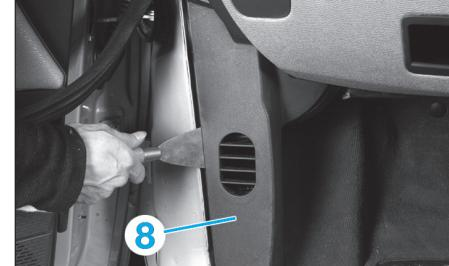

Fig. 9
- Déclipser la garniture du pied de caisse (8) et déposer la vis située derrière celui-ci (Fig.9).